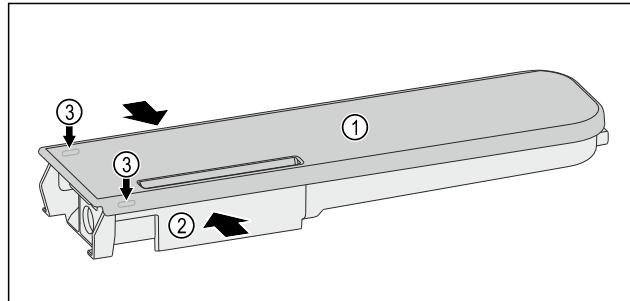

Fig. 173
- Притисніть бак для води Fig. 173 (2), обережно підчепіть і потягніть угору кришку Fig. 173 (1) за допомогою фіксувальних язичків Fig. 173 (3).
- Обережно порухайте кришку Fig. 173 (1) вперед-назад і зніміть її вгору.